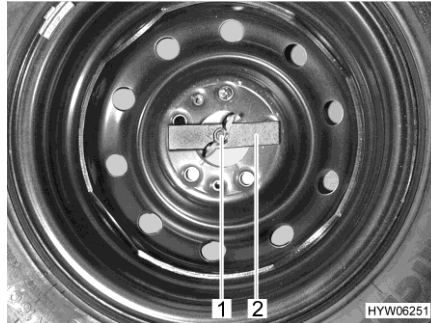

Fig. 240 Ruota di scorta nel gavone di coda
- Svitare manualmente il dado ad alette (Fig. 240,1) e rimuoverlo.
- Rimuovere la barretta di compressione (Fig. 240,2).